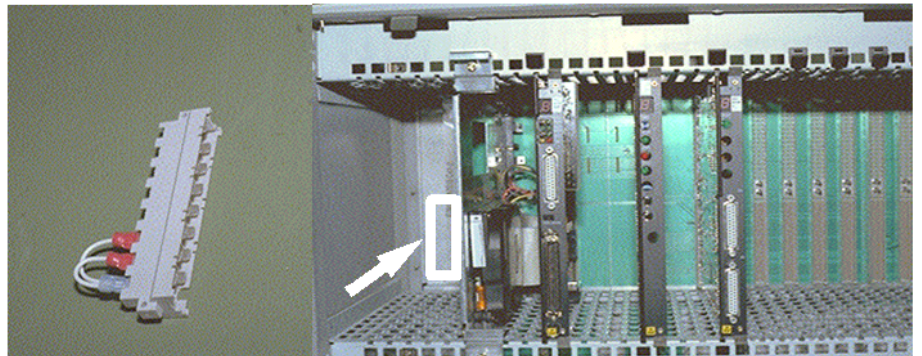

Figura 144: Jumper OpenScape 4000
Para a alimentação externa (nos Estados Unidos: USP), o alimentador interno do sistema LPC80 é contornado mudando a posição da ficha de ponte (Jumper) (ver Figura 144: Jumper OpenScape 4000 na página 159). Neste caso, o sistema é alimentado pela tensão de -48 V do alimentador externo. A tensão externa -48V é distribuída à s placas posteriores de cada caixa do sistema.
- 8) Após a ligação dos cabos -48V, verificar os bastidores de ampliação, assegurando-se de que o respectivo jumper está encaixado na régua do LPC80 correspondente (ver Figura 144: Jumper OpenScape 4000 na página 159).